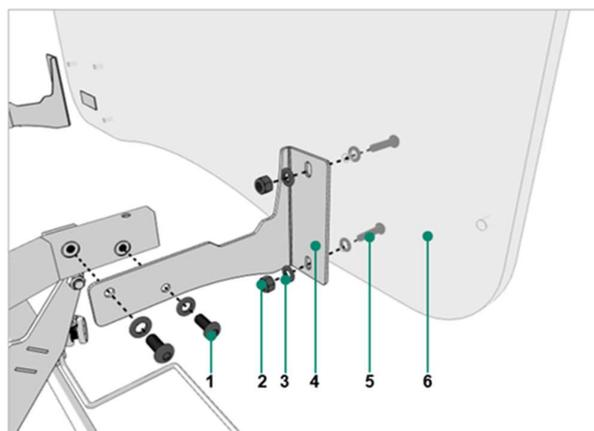

Figure 8.3
3. Fixer les supports au cadre du lit à l'aide des quatre vis M8 x 16 mm, des quatre rondelles M8 et de la clé Allen 5 mm, tel qu'indiqué sur la Figure 8.3.